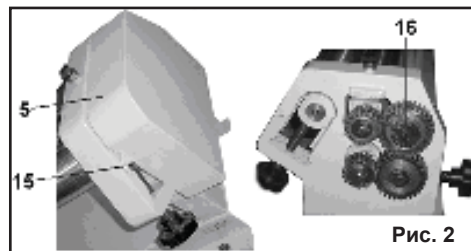

Рис. 2
10.1.4. Перед началом работы и периодически на протяжении рабочего времени проверяйте и при необходимости очищайте от грязи и смазывайте шестерни редуктора (16) густой смазкой. Крепление защитного кожуха (5) производится двумя болтами (15), Рис.2.